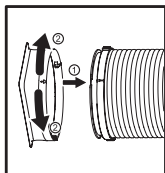

Fig. 1
1. Alignez les flèches sur le connecteur d'entrée du tuyau et le tuyau. Fixez le connecteur d'entrée du tuyau en le tournant dans le sens des aiguilles d'une montre ou dans le sens inverse des aiguilles d'une montre (fig. 1)